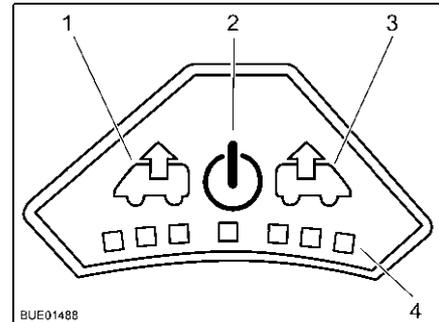

Bild 63 Bedienfeld des Ventilators
**Einschalten:** ■ Taste Ein/Aus (Bild 63,2) drücken. Der Ventilator läuft im Komfortmodus (Entlüften mit niedrigster Ventilatorzahl).
**Entlüften:** ■ Um die Ventilatorzahl zu erhöhen: Taste Entlüften (Bild 63,1) drücken. Die Ventilatorzahl in Entlüftungsrichtung nimmt um eine Stufe zu. LEDs (Bild 63,4) zeigen die Schaltstufen an.
■ Um die Ventilatorzahl zu verringern: Taste Belüften (Bild 63,3) drücken. Die Ventilatorzahl nimmt um eine Stufe ab.
- Um die Ventilatorzahl zu erhöhen: Taste Belüften (Bild 63,3) drücken. Die Ventilatorzahl in Belüftungsrichtung nimmt um eine Stufe zu. LEDs (Bild 63,4) zeigen die Schaltstufen an.
- Um die Ventilatorzahl zu verringern: Taste Entlüften (Bild 63,1) drücken. Die Ventilatorzahl nimmt um eine Stufe ab.
- Taste Ein/Aus (Bild 63,2) drücken. Der Ventilator stoppt, die LEDs erlöschen.